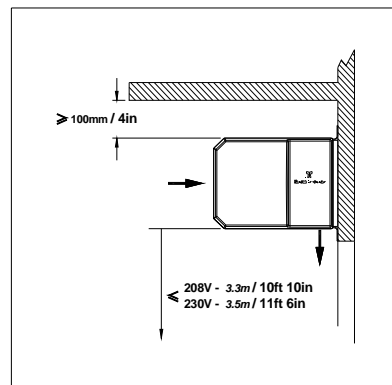

Fig 1
- Veiller à ce que la hauteur de la grille d'évacuation au-dessus du niveau du sol ne dépasse pas celle indiquée à la Fig 1.
- Respecter un dégagement (lame d'air) d'au moins 100 mm (4 po) au-dessus des rideaux d'air électriques/équipés d'un chauffe-eau (voir Fig 1).